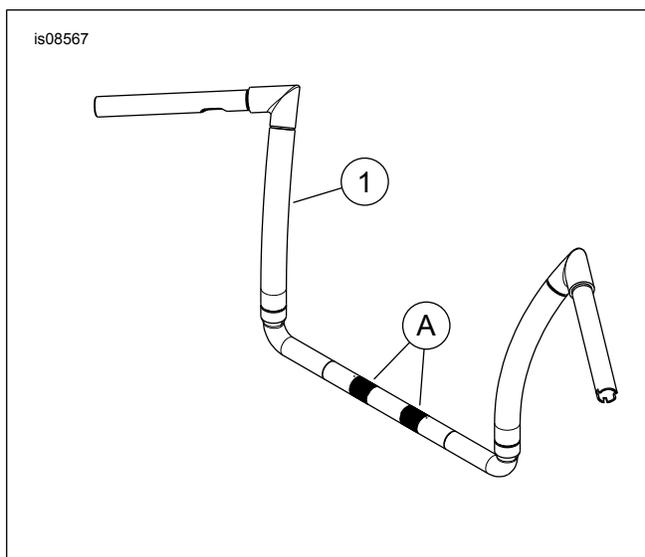

Figure 4. Pièces de rechange : Guidon
1. Voir Figure 4 . Installer le guidon (1) sur la base du support de guidon en acheminant les groupes de fils vers le bas dans le support de guidon de fourche supérieur.
2. Installer le guidon avec les zones moletées (A) centrées sur la base de support de guidon. Poser la bride de support de guidon et les boulons de collier, mais ne pas les serrer complètement.
5. Voir Figure 4 . Placer les bouchons de trou (2) dans le guidon. Veiller à aligner le logo.